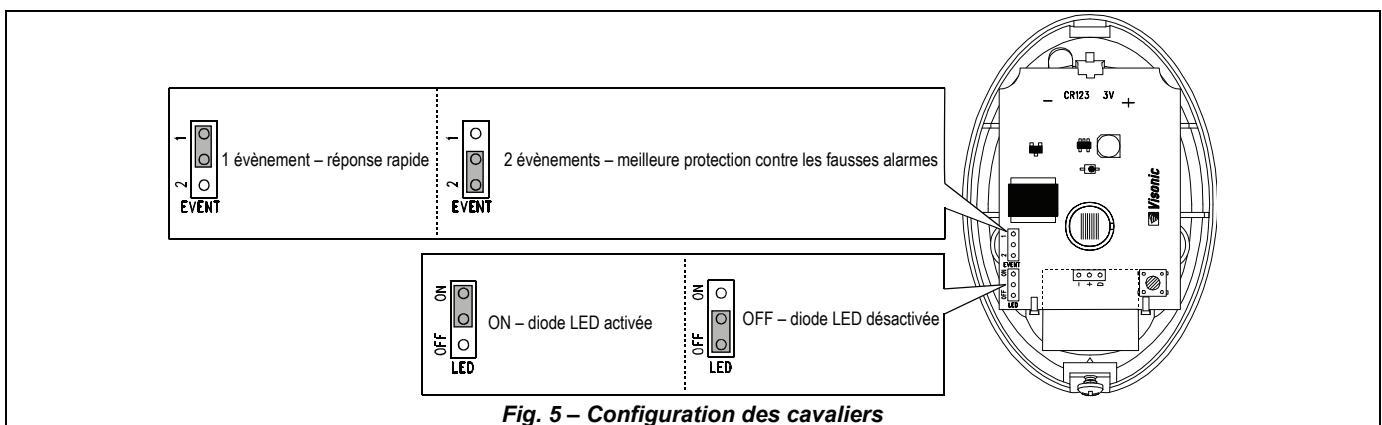

Fig. 5 – Configuration des cavaliers
5. Réglage des cavaliers – cf. fig. 5.